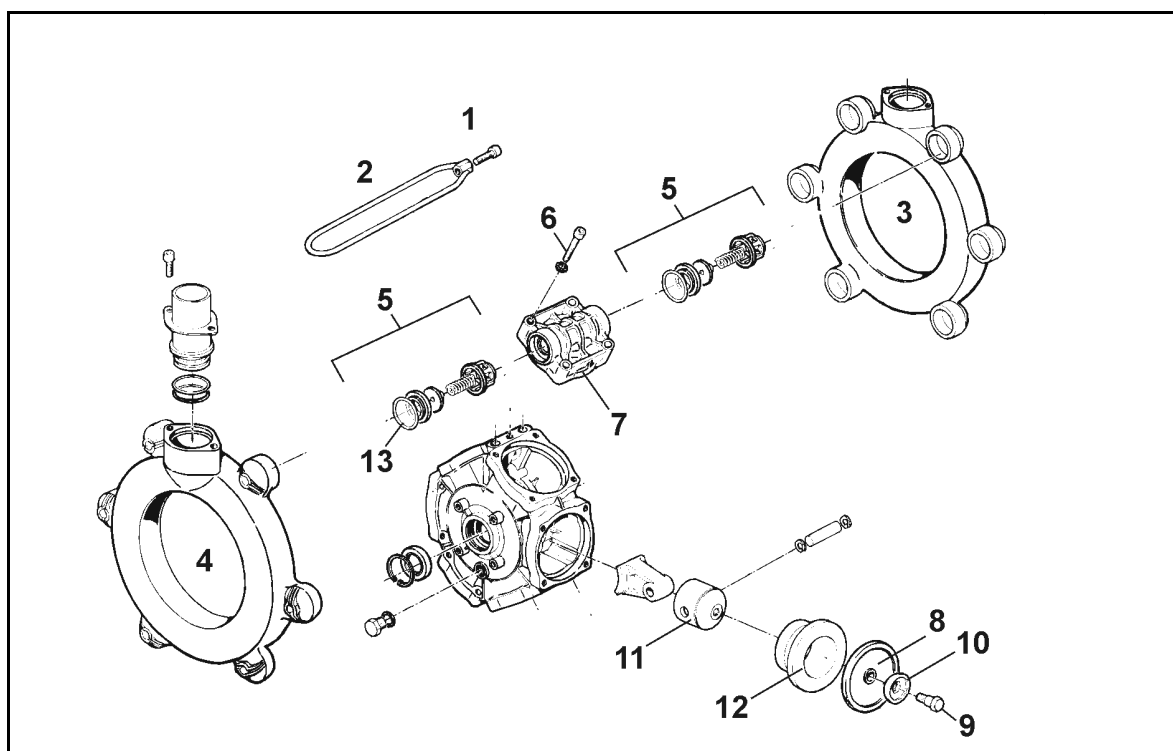

Fig. 161
- Überprüfen Sie die Kolbenmembrane (Fig. 161/8) mindestens einmal jährlich durch Demontage auf ihren einwandfreien Zustand.
- Achten Sie auf die jeweilige Einbaulage der saug- und druckseitigen Ventile, bevor Sie die Ventilgruppen (Fig. 161/5) herausnehmen.
2. Schrauben (Fig. 161/1) lösen und Spannbügel (Fig. 161/2) entfernen.
3. Saug- und Druckkanal (Fig. 161/3, Fig. 161/4) einschließlich der Ventilgruppen (Fig. 161/5) entfernen.
4. Nach Entfernen der Schrauben (Fig. 161/6) den Zylinderkopf (Fig. 161/7) abnehmen.
5. Kolbenmembrane (Fig. 161/8) überprüfen.
- Befestigen Sie die Kolbenmembrane (Fig. 161/8) derart mit Haltescheibe (Fig. 161/10) und Schraube (Fig. 161/9) am Kolben (Fig. 161/11), dass der Rand zur Zylinderkopfseite (Fig. 161/7) weist.
- Die Schrauben (Fig. 161/1) unbedingt kreuzweise mit dem angegebenen Drehmoment anziehen. Unsachgemäßes Anziehen der Muttern führt zu Verspannungen und somit zur Undichtigkeit.
1. Schraube (Fig. 161/1) lösen und Kolbenmembrane (Fig. 161/8) zusammen mit der Haltescheibe (Fig. 161/10) vom Kolben (Fig. 161/11) abnehmen.
3. Nehmen Sie den Zylinder (Fig. 161/12) aus dem Pumpengehäuse heraus.
6. Setzen Sie den Zylinder (Fig. 161/12) wieder in das Pumpengehäuse ein.
7. Kolbenmembrane (Fig. 161/8) montieren.
8. Zylinderkopf (Fig. 161/7) an Pumpengehäuse anflanschen und Schrauben (Fig. 161/6) gleichmäßig über Kreuz anziehen. Verwenden Sie für die Verschraubung Kleber für mittelfeste Verbindungen!
9. Ventilgruppen (Fig. 161/5) nach Prüfung und Reinigung montieren.
10. Neue O-Ringe (Fig. 161/13) einsetzen.
11. Saug- (Fig. 161/3) und Druckkanal (Fig. 161/4) an das Pumpengehäuse anflanschen.
12. Ziehen Sie die Schrauben (Fig. 161/1) kreuzweise mit einem Drehmoment von **11 Nm** an.